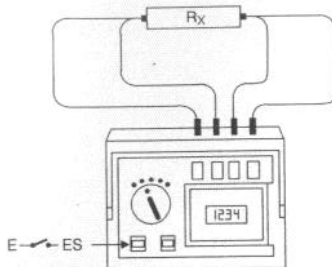

Bild 13: Messung von ohmschen Widerständen nach dem Vierleiterverfahren
Wählen Sie die Schaltung gemäß Bild 13, wenn die Zuleitungswiderstände nicht ins Meßergebnis eingehen sollen. Den Schalter E/ES (6) müssen Sie dabei in die Stellung „offen“ bringen (Taster in nicht gedrückter Stellung).